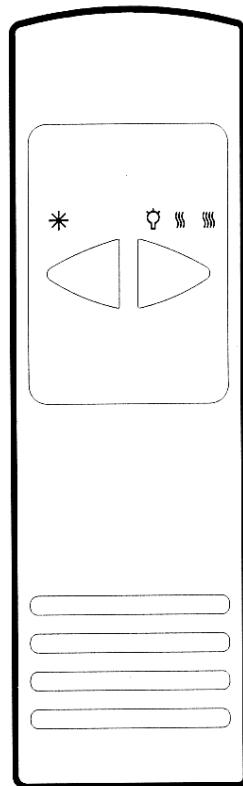

Рис.1
4. Нажмите клавишу "♀ ≪ ≫", расположенную на пульте дистанционного управления (см. рисунок 1). Таким образом, передатчик сигнала пульта дистанционного управления и его приемник будут синхронизированы.